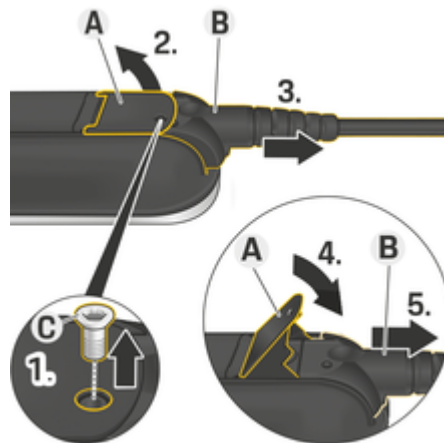

Fig. 8: Desligar cabos
1. Retire o parafuso **C** (Fig. 8) com uma ferramenta adequada.
2. Levante alavanca **A** (Fig. 8).
3. Puxe a ficha **B** (Fig. 8) para fora até sentir resistência.